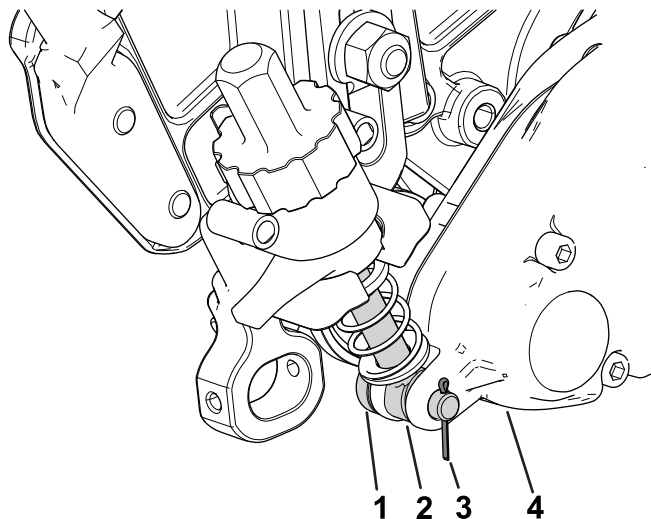

Bild 12
- Schieben Sie die Stangen der Einstellarme in der Nähe des Groomerantriebs in die Öffnung des Antriebs und befestigen sie mit einem Einstellstift und dem Splint (Bild 12).